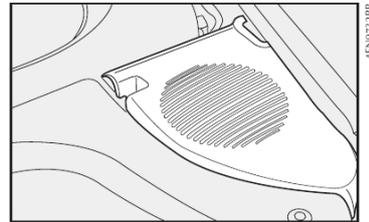
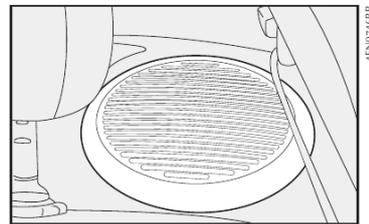

fig. 82
fig. 83
- alto-falantes traseiros fig. 82 (Palio) e fig. 83 (Siena).